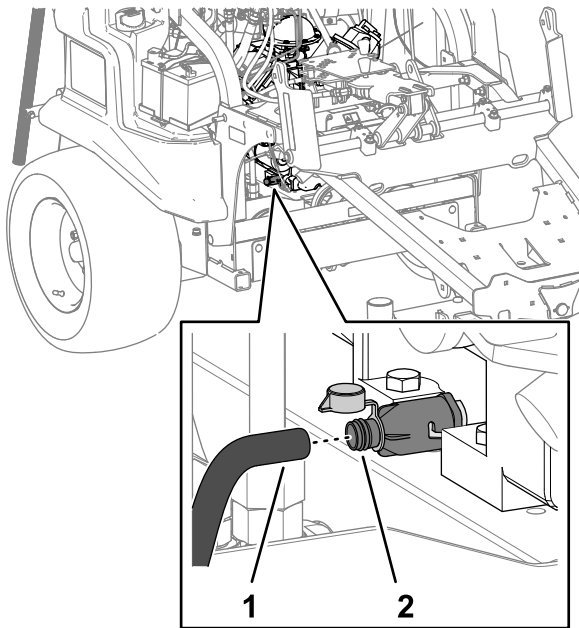

Figura 77
4. Retire el tapón de la válvula de vaciado de aceite, conecte una manguera de 13 mm (1/2") al acoplamiento dentado de la válvula y coloque el otro extremo de la manguera en un recipiente de vaciado (Figura 77).
5. Abra la válvula de vaciado girándola un poco en sentido antihorario y tirando de ella hacia fuera (**Figura 77**).